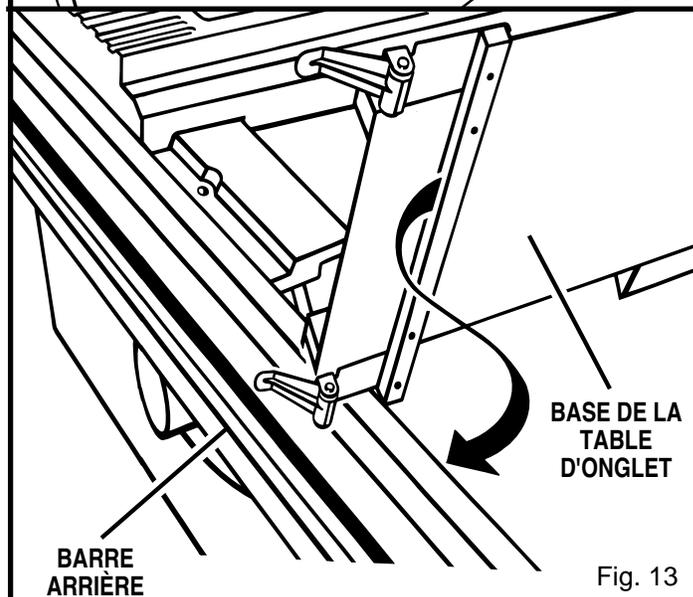

Fig. 13
Voir figures 13 et 14.
- Installez la table d'onglet coulissante sur les barres avant et arrière. Voir figure 13. Vérifiez si elle coulisse facilement sur les barres. Appuyez uniformément sur les serre-table d'onglet avant et sur chaque côté pour fixer la table. Répétez cette opération pour les deux serre-table d'onglet.